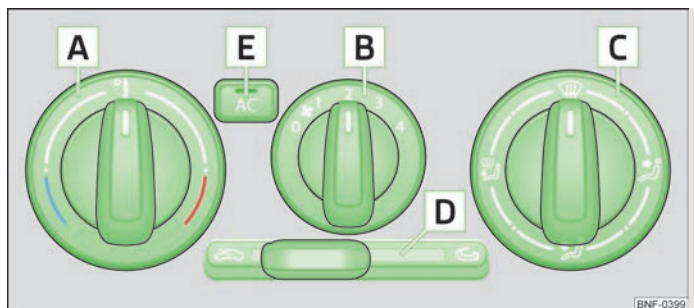

Abb. 59 Klimaanlage: Bedienelemente
Die Kühlanlage arbeitet nur dann, wenn die Taste AC E » Abb. 59 gedrückt ist und folgende Bedingungen erfüllt sind:
- Den Drehregler **A** » Abb. 59 nach rechts drehen, um die Temperatur zu erhöhen.
- Den Gebläseschalter **B** » Abb. 59 in eine der Positionen 1 bis 4 drehen, um das Gebläse einzuschalten.
- Mit dem Luftverteilungsregler **C** » Abb. 59 wird die Richtung des Luftaustritts geregelt.
- Durch Drücken der Taste **AC** **E** » Abb. 59 wird die Kühlanlage eingeschaltet. Die Kontrollleuchte in der Taste leuchtet auf.
- Die Kontrollleuchte in der Taste **AC** **E** » Abb. 59 leuchtet nach dem Einschalten, auch wenn nicht alle Bedingungen für die Funktion der Kühlanlage erfüllt sind. Damit wird die Kühlbereitschaft signalisiert, wenn es zur Erfüllung aller Bedingungen kommt » Seite 56.
- Bedienelemente **A**, **B**, **C**, **D** und die Taste **E** » Abb. 59.
➤ Den Schieberegler **D** » Abb. 59 in Stellung schieben.